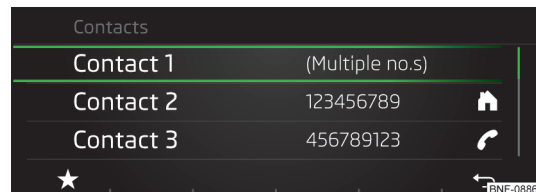

Fig. 113
- Pulsando la tecla de función » **fig. 113** se muestra un menú para guardar los contactos preferidos » **pág. 92, Contactos preferidos (Favoritos).**